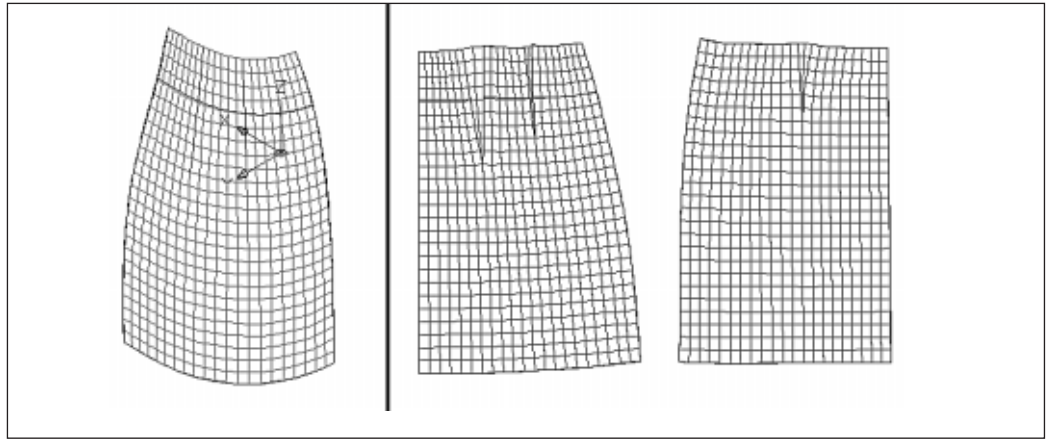

Рис. 7
**Шаг 6.** Намечаем положение вытачек и задаем условия развертки деталей: «сохранение длины по боковому срезу» и «выпрямление центральных линий». Выполняем команду развертки деталей на плоскость с заданными условиями. На Рис. 7 показаны вытачки на задней половине 3D модели и развертки деталей. Чтобы оценить свободу облегания в привычной для конструктора терминологии прибавок, введем параметры контрольного измерения: «прибавка по линии талии» и «прибавка по линии бедер», и зададим соответствующие формулы, рассчитывающие эти величины. Для заданного зазора (Шаг 1) прибавка по линии талии составила около 1 см, по линии бедер около 2.1 см.